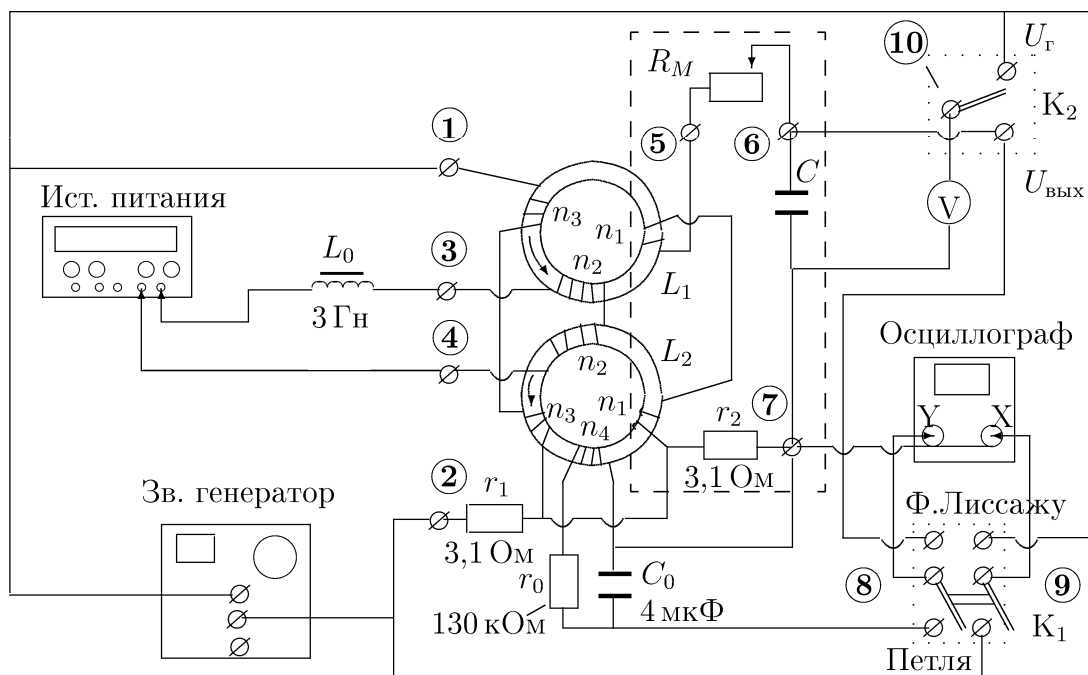
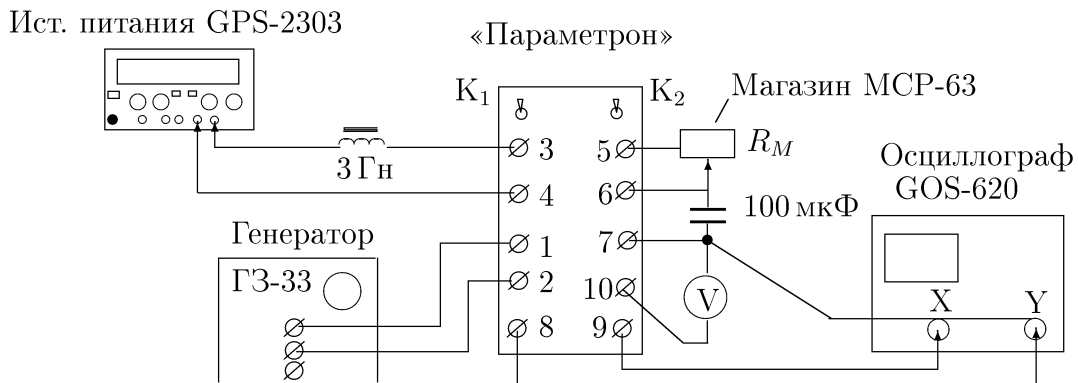

Рис. 2. Схема установки
Рис. 3. Блок-схема установки
Экспериментальная установка. Для изучения параметрических колебаний используется «параметрон» — установка с нелинейной индуктивностью, схема которой представлена на рис. 2. «Параметрон» включает в себя две тороидальные катушки, интегрирующую ячейку r_0 , C_0 , резисторы r_1 и r_2 , ключи K_1 и K_2 и колебательный контур. Колебательный контур состоит из двух последовательно соединённых индуктивностей L_1 и L_2 , ёмкости C и сопротивлений R_M и r_2 . На рисунке контур заключён в пунктирную рамку.
1. Соберите схему согласно рис. 3 [источник подключите к клеммам $CH_1(\pm)$]. Сравните схему, изображённую на рис. 3, со схемой на рис. 2.